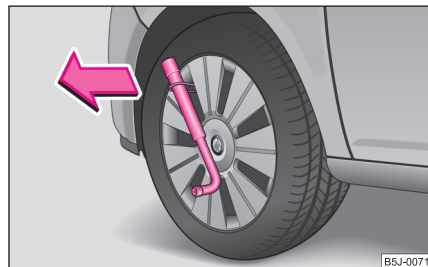

Fig. 159 Demontarea capacului de roată
- Introduceți cheia de roată prin mâner, sprijiniți cheia de roată și trageți capacul ⇒ fig. 159.